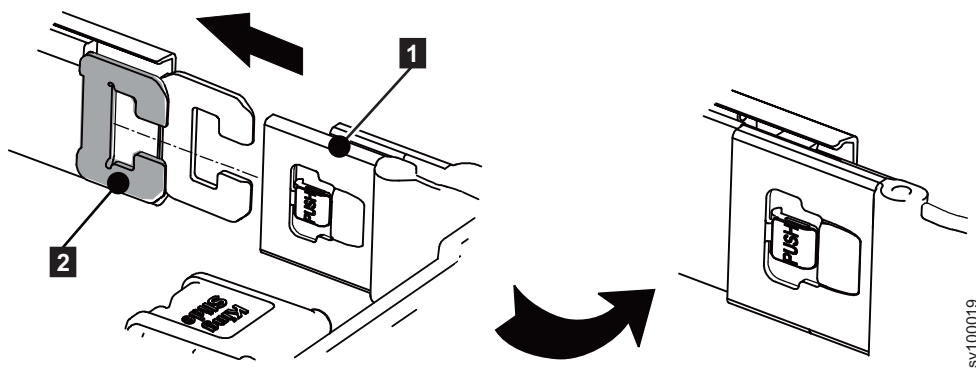

图 17. 安装内部构件
2. 将电缆管理臂 CMA 内部接口 (1) 安装到内部构件上的电缆管理臂接口基座 (2), 如图 17 中所示。